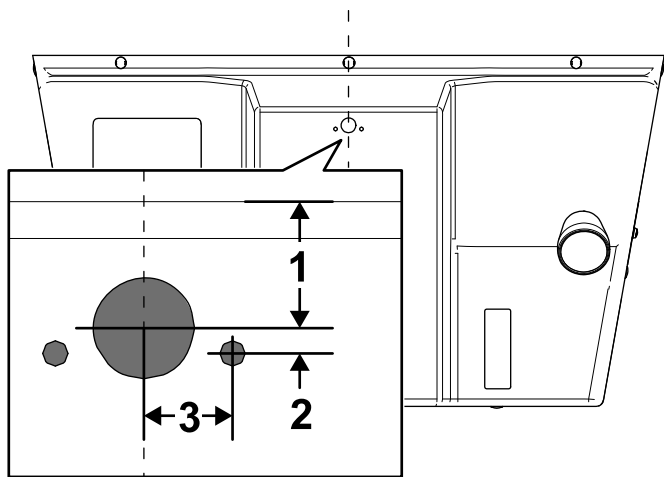
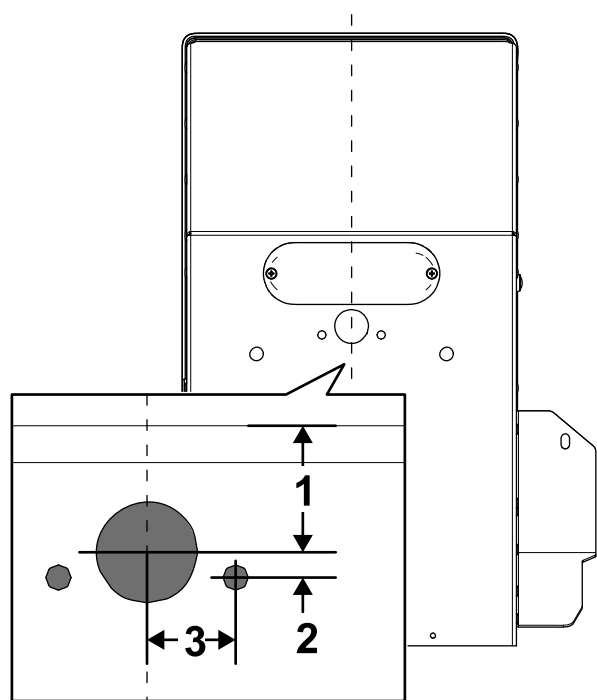

图3
图 4
3. 使用图 3 和图 4 中的测量值在后盖中心标记并钻一个孔 2.5cm。
4. 用图 3 和图 4 中的测量值在后盖上标记并钻 2 个孔 0.6cm。